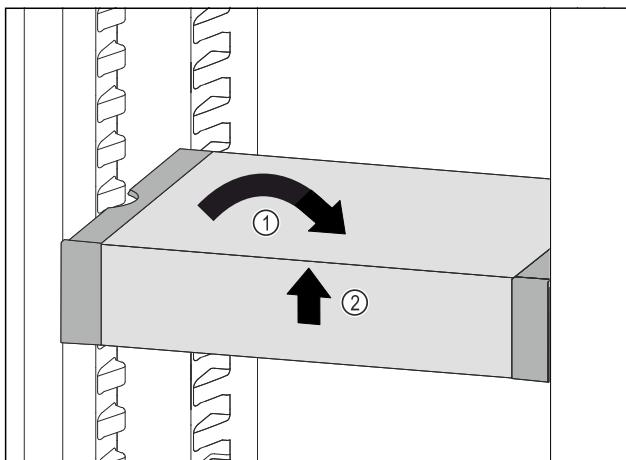

Fig. 80
- Извршете VarioSafe. *Fig. 80 (1)*
- Повдигнете VarioSafe отпред. *Fig. 80 (2)*